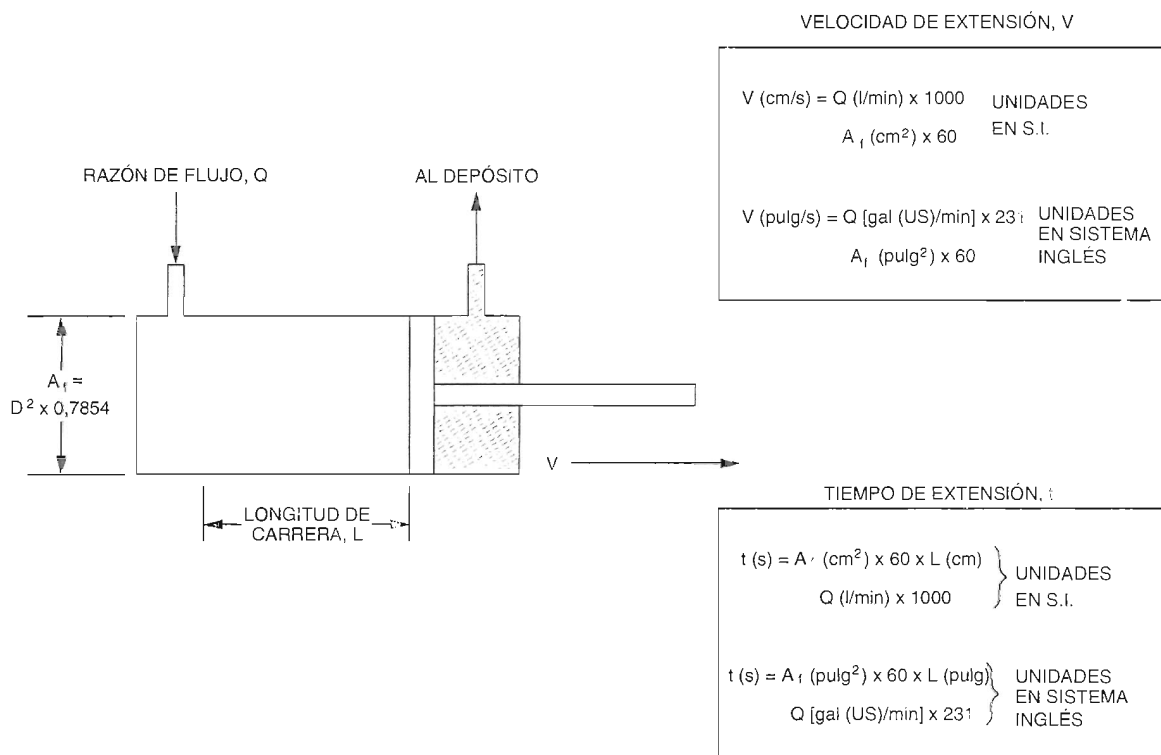

Figura 2-24. Velocidad del vástago durante su extensión.
La **velocidad de extensión** del vástago de un cilindro, entonces, es igual a la razón de flujo de aceite dividida entre el área **total** del pistón como lo muestra la Figura 2-24. La razón de flujo y el área del pistón son multiplicadas por constantes de multiplicación para resultados numéricos correctos. La Figura 2-24 también muestra la fórmula, calculando el tiempo de extensión del vástago del cilindro, la cual es una variación de la fórmula utilizada, para calcular la velocidad de extensión.
- ☐ 1. ¿Cuál es la fórmula para calcular el tiempo de extensión, t , del vástago de un pistón? (Consulte la Figura 2-24.)